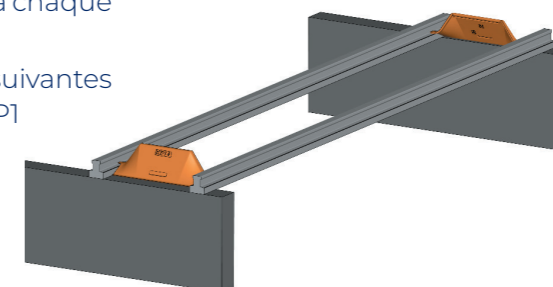

Figure 2
- Placer l'élément de rive transversale (Tympan EMX Bois ou Isorupteur Transversal EMX Bois) à chaque about des poutrelles (Figure 2)